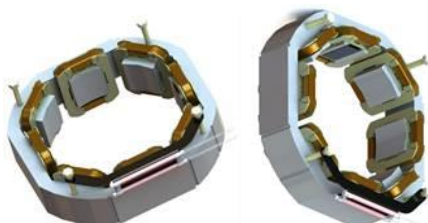
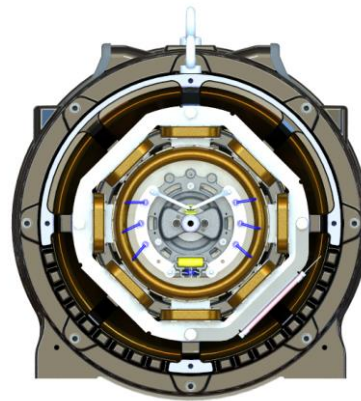

Abbildung 6.7: Befestigung des Rohrwiderstands
Abbildung 6.8: Im Erregerstator eingebaute Halterung und Rohrwiderstand
5. Befestigen Sie die Halterung des Heizgeräts mit den Schrauben des Erregerstators gemäß Abbildung 6.7 und Abbildung 6.8.